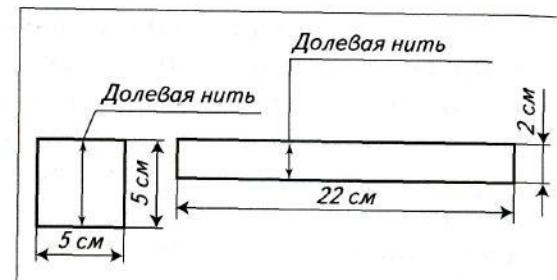

Рис. 49. Эскиз шаблона
2. Изготовление шаблонов (рис. 49).
Дай припуски на швы 10 мм. Особое внимание при раскрое обрати на направление долевой нити, оно указано на шаблонах (см. рис. 49).